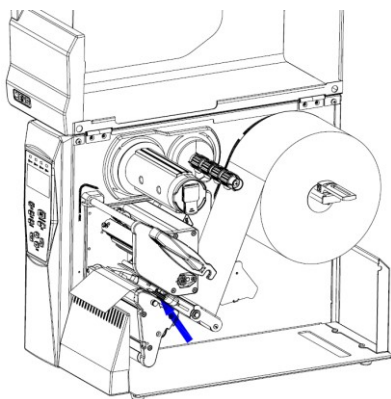

图 2.4.2
- 2) 将纸卷靠左侧装在纸支架上，然后将纸前端拉出平铺于打印通道内，纸靠左侧对齐，并用活动逼纸挡板将拉出的纸夹住（见图 2.4.2）；